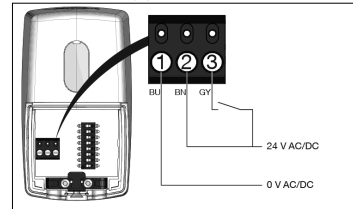

Рис. 10: Подключения для 2-позиционного управления
- привод перемещает шток в верхнее положение (см. поз. (1) на рис. 10), когда 24 В подается на контакт (3).
- привод перемещает шток в нижнее положение, когда 24 В подается на позицию/контакт (2).